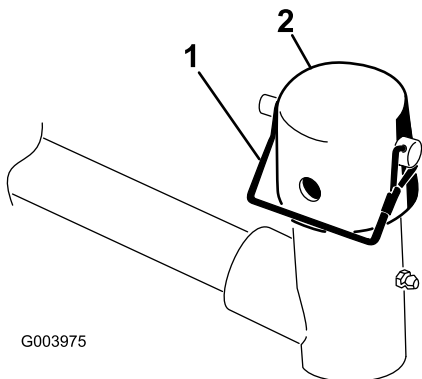

Рисунок 9
2. Снимите стопорный штифт и крышку с вилки шарнира подъемного рычага (Рисунок 9).
**Примечание:** При необходимости поворота режущего блока используйте паз; при необходимости фиксации режущего блока используйте отверстие (Рисунок 9).